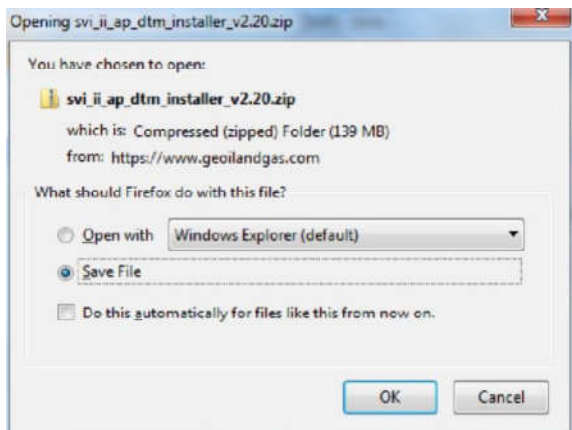

Рис. 12. Диалоговое окно «Открыть»
2. Выбрать **Загрузить** под приглашением *Загрузить программу установки SVI II AP DTM* и появится окно (Рис. 12).